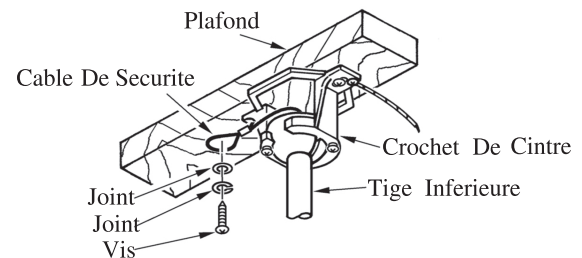

FIG.5
3. Installer le câble de sécurité dans la structure d'immeuble (Voir fig.5)